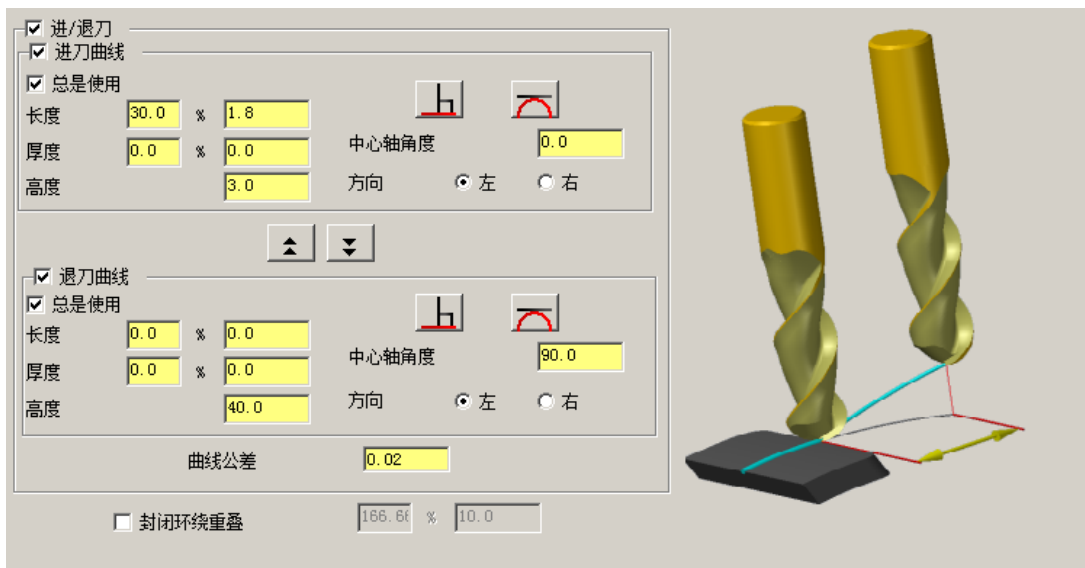

图 7.3.7 设置“进退刀参数”界面
Step7. 设置进退刀参数。在“多轴刀路-沿边”对话框的左侧节点中单击**连接**节点下的**进/退刀**节点，切换到进退刀参数设置界面，设置图 7.3.7 所示的参数。